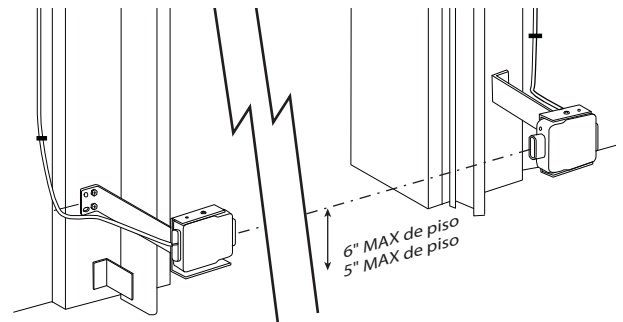

FIG. 5-4 Verifique la alineación del Safe-T-Beam®
Verifique la alineación del Safe-T-Beam® (Fig. 5-4).
- Asegúrese de que los topes de las lentes estén entre 5" y 6" arriba del piso (Fig. 5-4). Los soportes son flexibles y se pueden ajustar ligeramente si es necesario.